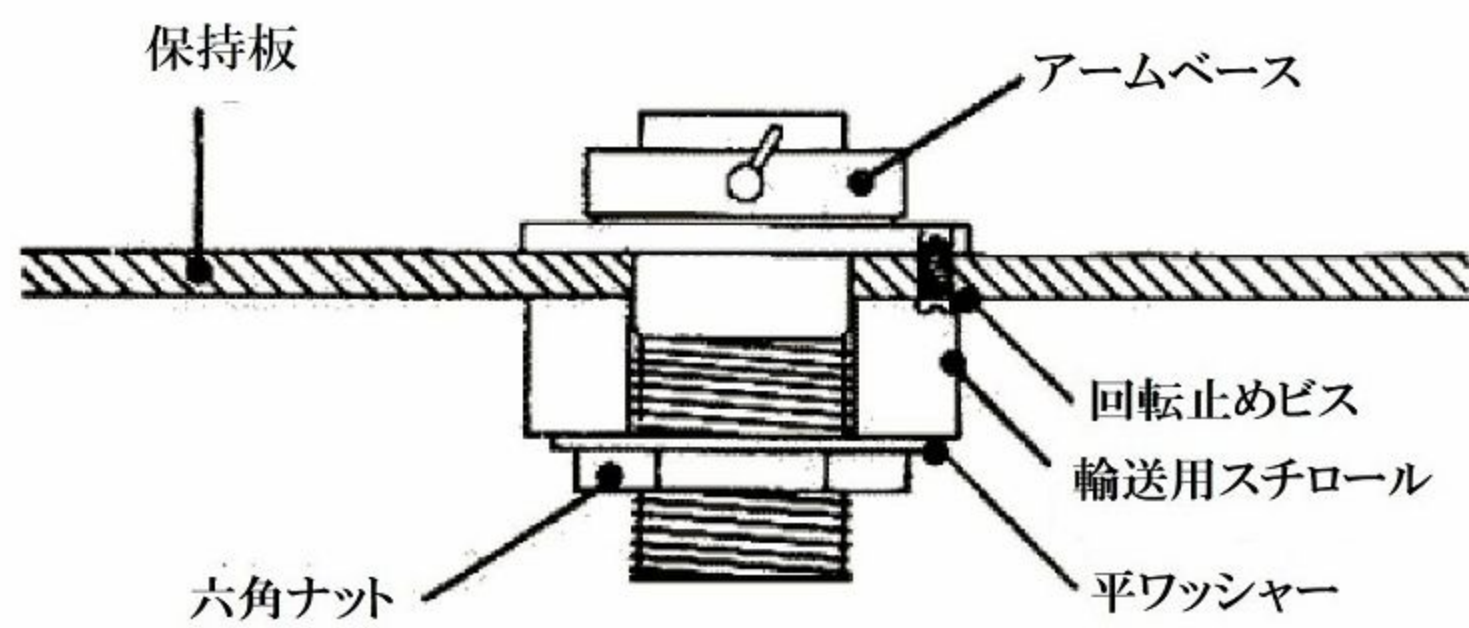

図1
3)トーンアームを梱包箱から取り外し、取り付けに必要な六角ナットまたは保持ネジを紛失したり置き忘れたりしないように注意しながら、保持ボードから緩めて取り外します(図1を参照)。